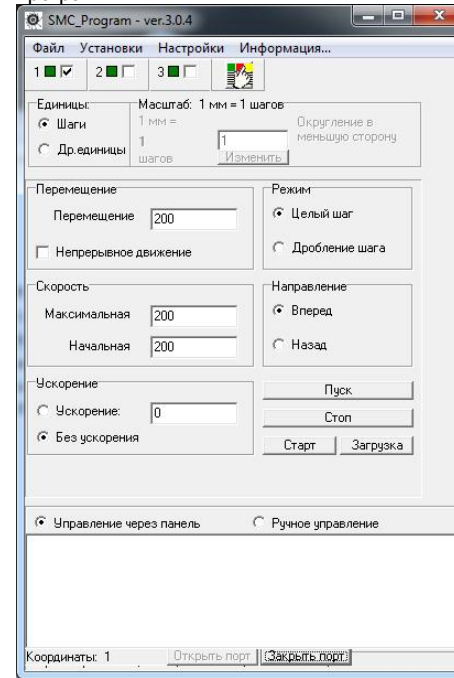

Рис. 8. Окно программы SMC\_Program – управление через панель
**В режиме программы «управление через панель»** (рис. 8) отметьте чекбокс с номером 1 (первый канал – рис.12).